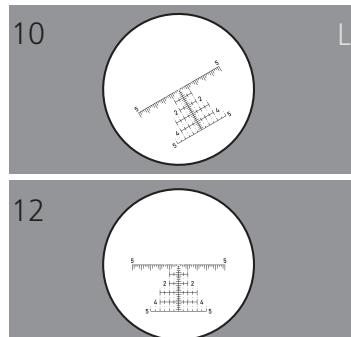

Рис. 11
2) Теперь посмотрите в бинокль и проверьте, выровнен ли визир в левом канале (по горизонтали). Если визир не выровнен, поворачивайте вращающееся кольцо (кольцо без резинового покрытия) до тех пор, пока визир не будет располагаться горизонтально (рис. 11).